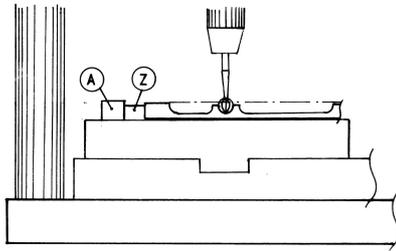

Abb. 11 : Radien einfräsen mit dem Kugelfräser (Arbeitsschritt 1 b);
- Radien einfräsen mit Kugelfräser. Schlitten (wie bei Säule) auf kleinem Bohrständer (Abbildung 11). Funktioniert nur bei geringer Zustellung.